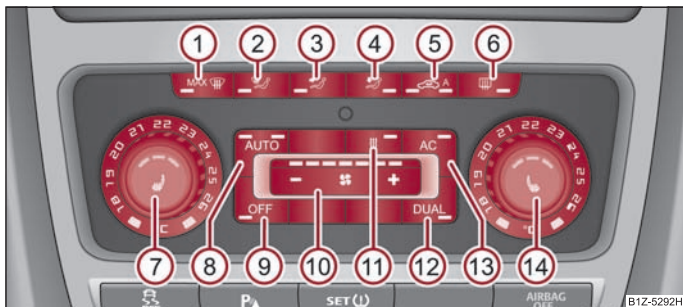

Fig. 108 Climatronic: Elementele de comandă
- Apăsați tasta  ⇒ pagina 96, fig. 108.
- Apăsăți tasta **[AC]** ⇒ pagina 96, fig. 108. Lampa de control din tastă se va aprinde.
- După punerea contactului, puteți regla aceeași temperatură pe ambele părți, de la regulatorul rotativ **(7)** ⇒ pagina 96, fig. 108.
- Când parbrizul s-a aburit, apăsați tasta ① → pagina 96, fig. 108. După ce parbrizul s-a dezaburit, apăsați tasta .
- Apăsați tasta → pagina 96, fig. 108.